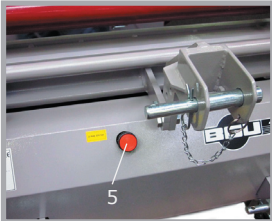

Abb. 7
- Hydraulikölstand kontrollieren, bei Ölverlust die Dichtheit der gesamten Hydraulikanlage (Schläuche und Verschraubungen) überprüfen, dazu muss die Rückwand des Gehäuses abgeschraubt werden (siehe Abb. 7)
Der Öleinfüllstutzen mit Verschlusskappe befindet sich auf der Rückseite der Maschine (5, Abb. 7).